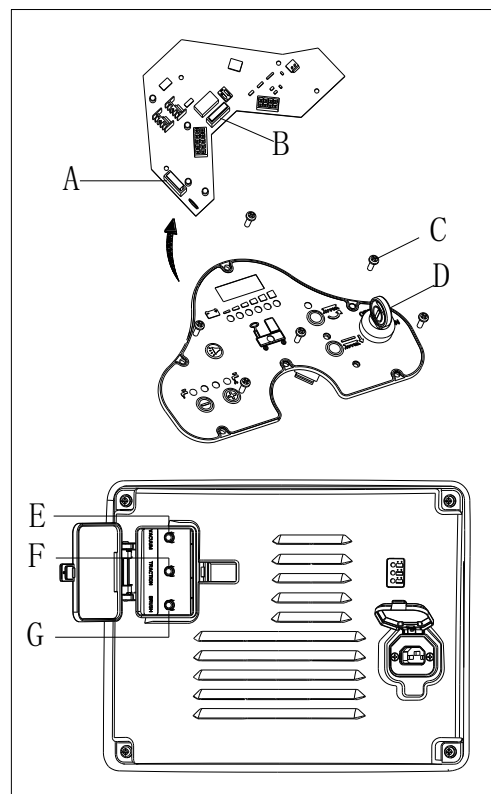

Figura 24
1. Ruotare l'interruttore chiave (D, Figura 24) su "OFF".
3. Svitare le viti (C) sul pannello di controllo e ribaltare il PCBA per trovare il fusibile (A e B).